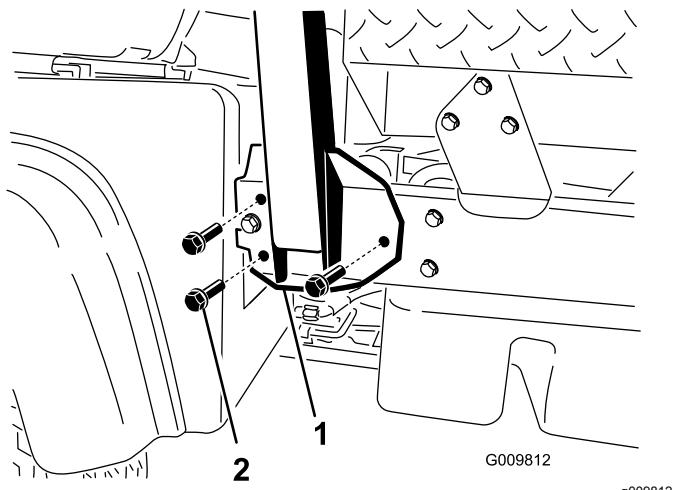

Figura 3
2. Alinee cada lado de la barra antivuelco con los taladros de montaje de cada lado del bastidor de la máquina (Figura 3).
3. Sujete el soporte de montaje de la barra antivuelco al bastidor de la máquina usando 3 pernos con arandela prensada ($\frac{1}{2}$ " x $1\frac{1}{4}$) en cada lado (Figura 3).